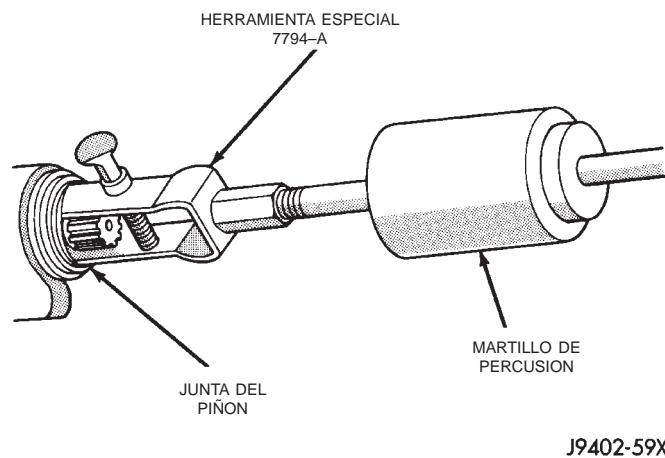
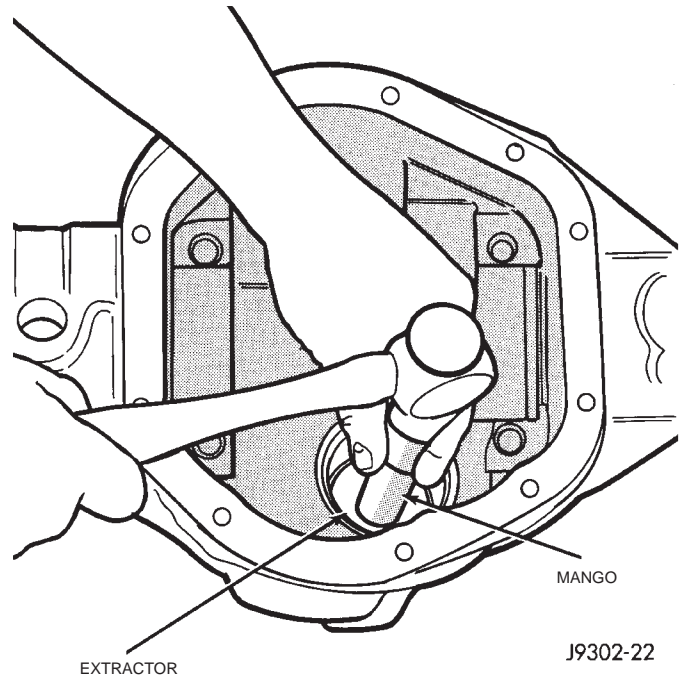

Fig. 47 Desmontaje de la junta
Fig. 48 Desmontaje de la cubeta del cojinete delantero
(7) Con el extractor 7794-A y el martillo de percusión, retire la junta del eje del piñón (Fig. 47).
(8) Retire el deflector de aceite, si está equipado, y el cojinete del piñón delantero.
(9) Retire la cubeta del cojinete del piñón delantero con el extractor C-4345 y el mango C-4171 (Fig. 48).